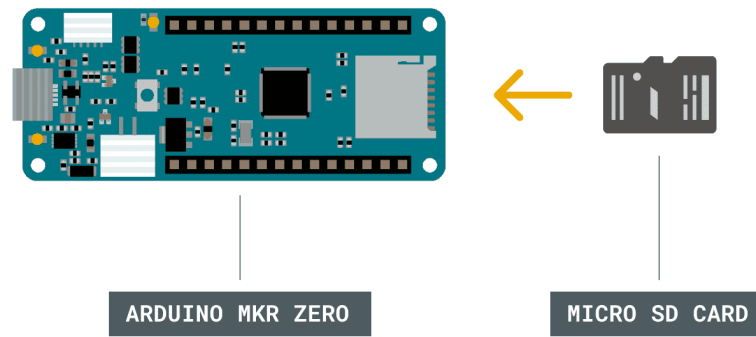

Figura2.
2.- Introduzca la microSD en el Arduino MKR Zero como se muestra en la Figura2.